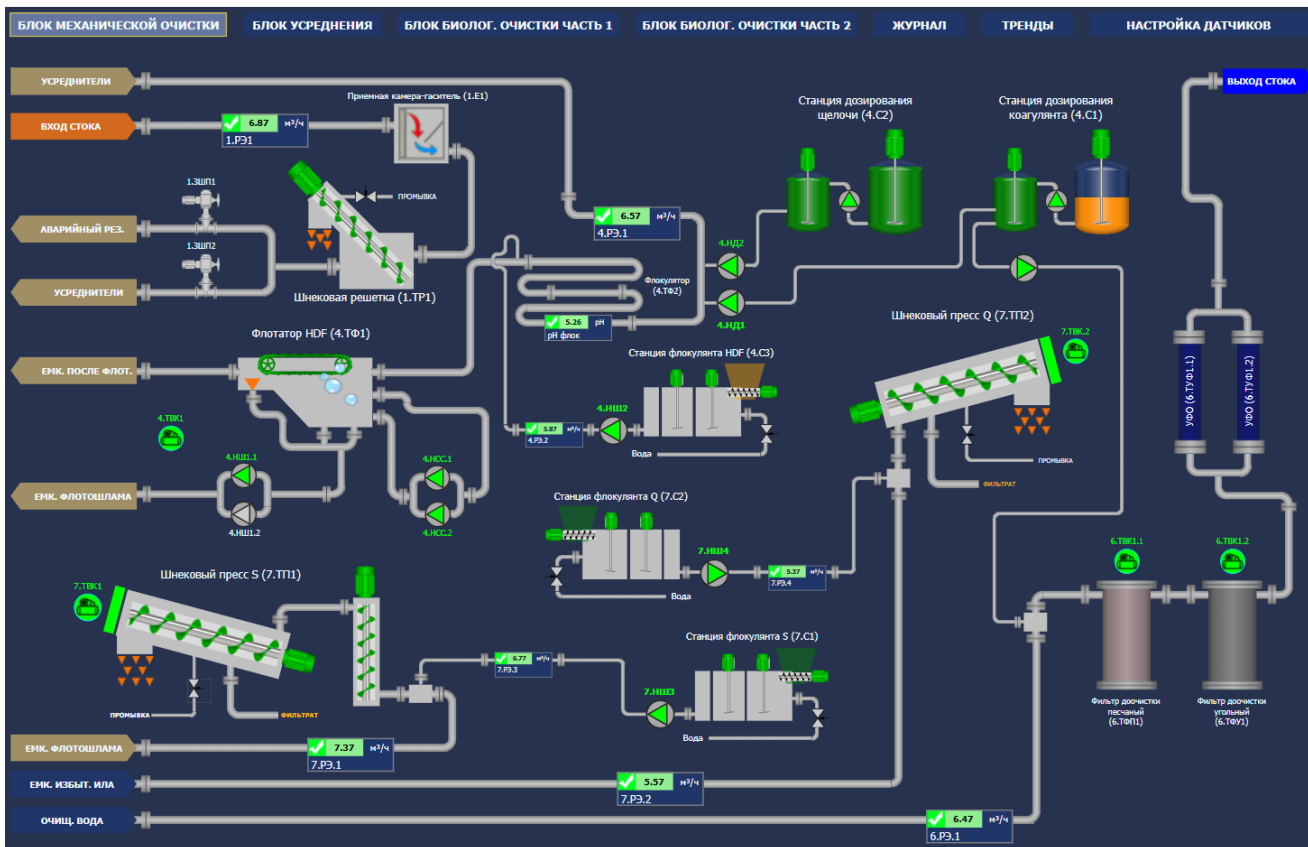

Рисунок 5 – Мнемосхема БЛОКА МЕХАНИЧЕСКОЙ ОЧИСТКИ
- БЛОК МЕХАНИЧЕСКОЙ ОЧИСТКИ (см. рисунок 5);